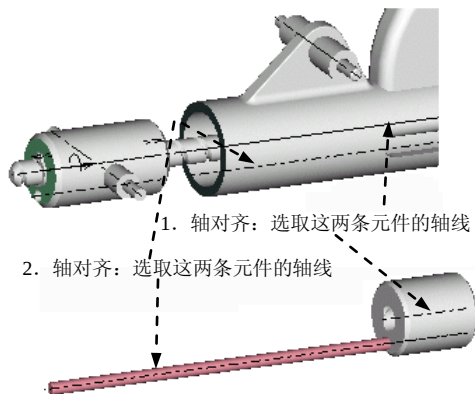
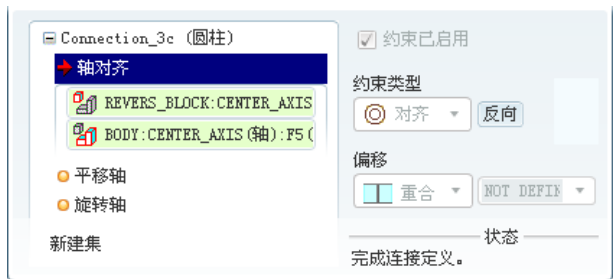

图 12.5.15 装配止动杆
图 12.5.16 “轴对齐”约束参照
(1) 选择下拉菜单  **插入(I)** →  **元件(C)** →  **装配(A)...** 命令，打开文件名为 stop_rod_asm.asm 的子装配。
(2) 创建圆柱（cylinder）接头连接。在“元件放置”操控板中进行下列操作，创建所要求的两个圆柱（cylinder）接头连接。
① 在约束集选项列表中选择  **圆柱** 选项。
② 修改连接的名称。单击操控板菜单中的  **放置** 按钮，在 **集名称** 下的文本框中输入连接名称“Connection_3c”，并按回车键。
③ 定义“轴对齐”约束。分别选取图 12.5.15 中的两条轴线：零件 Reverse_Block 的中心轴线（Center_axis）和零件 Body 的中心轴线（Center_axis）， **轴对齐** 约束的参照如图 12.5.16 所示。
⑤ 定义“轴对齐”约束。分别选取图 12.5.15 中的两条轴线：零件 Stop_Rod 的中心轴线（A_1）和零件 body 的偏移轴线（Offset_axis）。